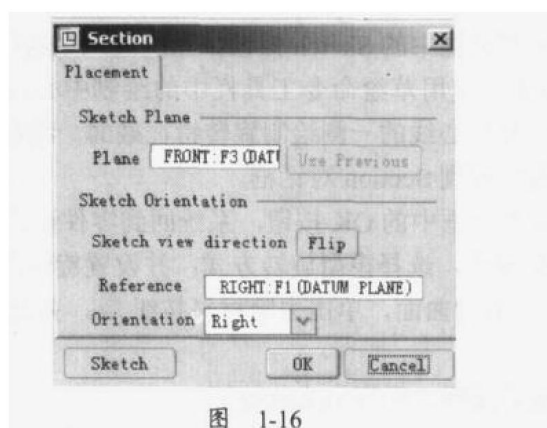

图 1-16
(1) 单击旋转工具按钮, 在旋转特征面板中, 单击  按钮, 单击草绘截面按钮 , 系统显示 Section 对话框。
(2) 选择 FRONT 基准面为草绘平面, RIGHT 基准面为参考平面, 接受系统默认的视图方向。
(3) 以上所有设置显示在 Section 对话框中, 如图 1-16 所示。